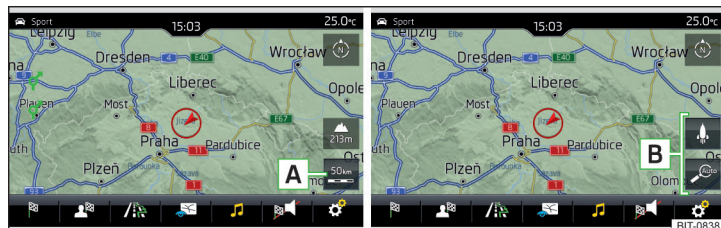

Fig. 240 Superficies funcionales para el cambio de la escala del mapa
- Pulse la superficie funcional **A** » fig. 240.
En el área **B** » fig. 240 se visualizan las superficies funcionales para el cambio de escala del mapa.